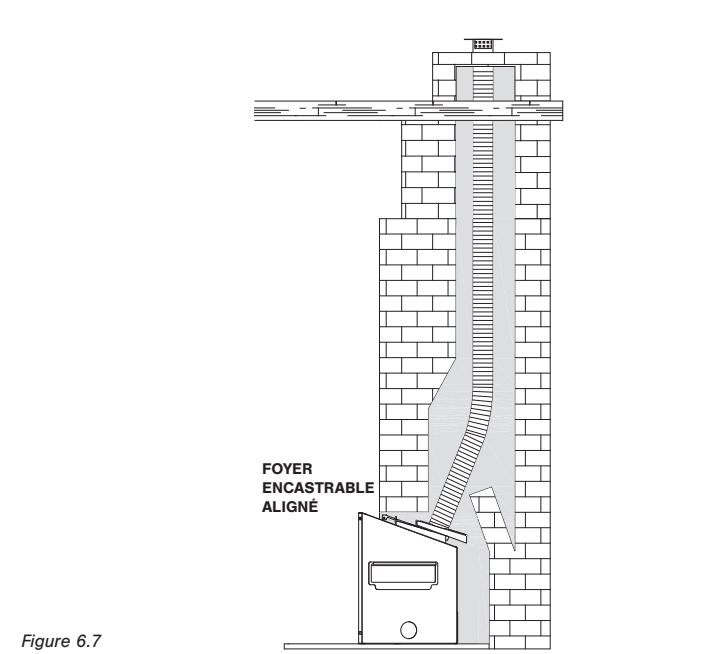

Figure 6.7
1. Insérez la poignée pour tirette dans la fente d'accès sur le dessus de l'encastable, puis insérez le crochet de la poignée dans le trou de la tirette, tel que montré à la Figure 6.7.
3. Utilisez les fentes sur le dessus de l'encastable pour fixer la plaque colinéaire à l'encastable, avec (2) vis à métal de 1/2 po (fournies dans le paquet de composants).